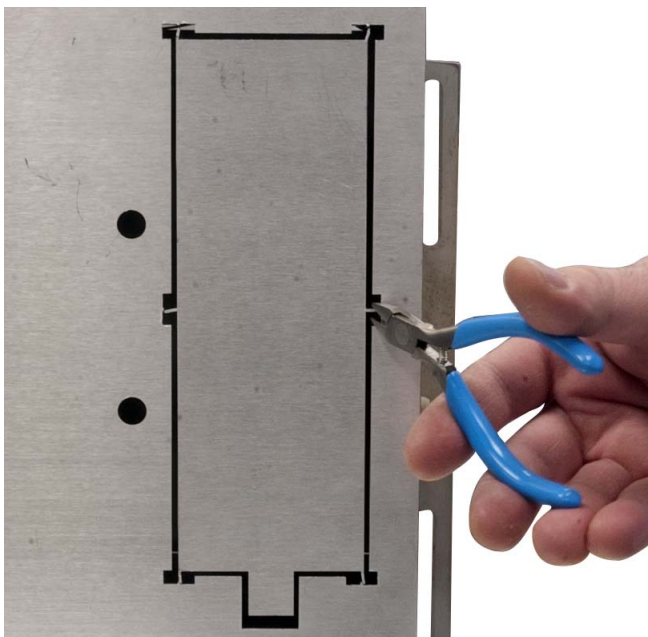

図 76 ニッパーを使用してアクセサリプレートを取り外す
- 13 サンプルトレイの底面で、ニッパーを使用してアクセサリプレートを取り外します (図 76)。